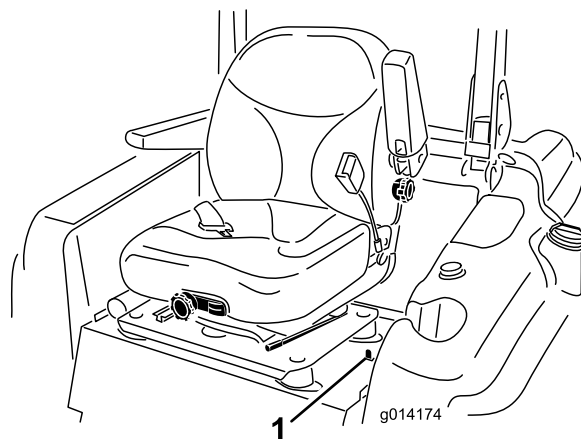

Figure 17
1. Déplacer le verrou du siège, situé sur le côté gauche du siège, vers l'arrière pour déverrouiller le siège et tirez le haut du siège en avant (Figure 17).